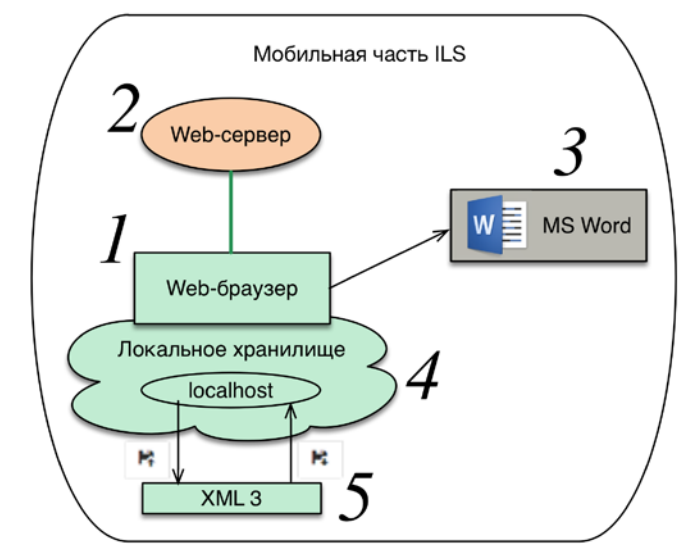

Рис. 3-2 – Работа мобильной части ILS в автономном режиме
– Для возможности автономной работы мобильной части ILS на компьютере пользователя должен быть запущен web-сервер (2 на рис. 3-2), который обеспечивает работу пользовательского интерфейса мобильной части, передачу данных между браузером (1 на рис. 3-2) и сервером БД ILS, а также загрузку и выгрузку обменных XML файлов. Кроме этого web-сервер позволяет целиком сохранить данные мобильной части из локального хранилища web-браузера (4 на рис. 3-2) в обменный файл типа «XML 3» (5 на рис. 3-2) для использования в другом браузере или на другом компьютере.
– Для создания и редактирования различных актов в печатном виде на компьютере с мобильной частью должен быть установлен текстовый редактор MS Word (3 на рис. 3-2).